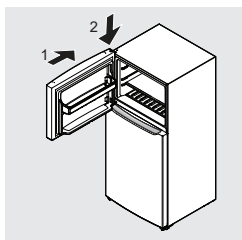
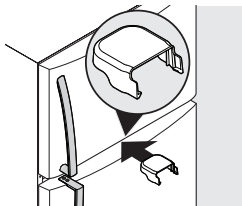

figura 9
figura 10
12. Baje la puerta del congelador en posición de apertura sobre el pasador de la bisagra central y cierre la puerta (consulte la Figura 9). Coloque la cubierta de la bisagra inferior entre la puerta del congelador y la puerta del refrigerador para mantenerla nivelada mientras coloca la bisagra superior (consulte la Figura 10).